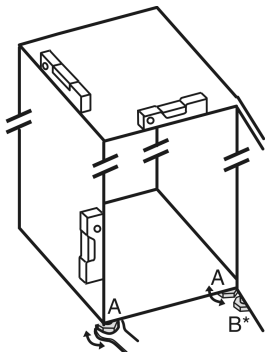

Fig. 25
- Odvrnite podesive nožice Fig. 25 (A) priloženim viličastim ključem i libelom prema van dok uređaj ne stoji čvrsto i ravno.
- Odvijte podesivu nožicu Fig. 25 (B) na podlošku ležaja priloženim viličastim ključem dok se ne podupre o pod.
- Nastavite okretati podesivu nožicu Fig. 25 (B) za 90°.